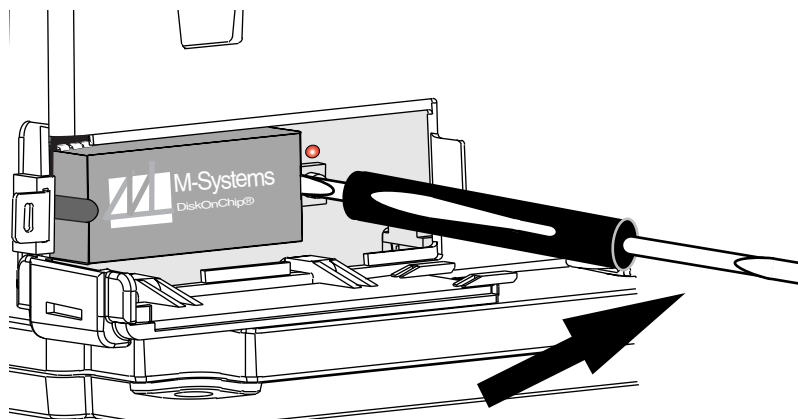

Figure 13 : Retrait de la puce d'extension
7. Soulevez une extrémité de la puce mémoire puis l'autre extrémité en maintenant la puce à niveau pendant son retrait (voir la Figure 13).